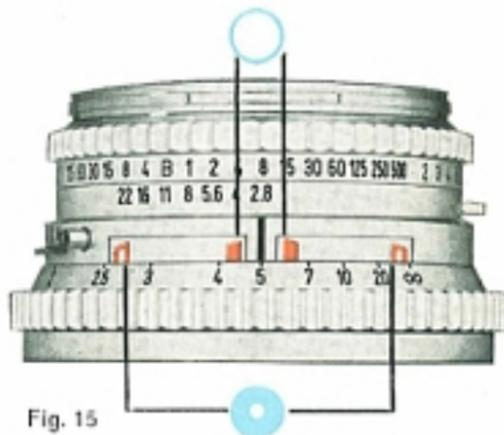

Fig. 15
Quand on étudie les index de profondeur de champ (6), page 16, on constate qu'ils dépendent de deux facteurs: la distance du sujet et le diaphragme. Règle: La profondeur de champ croît avec la distance et avec la réduction du diaphragme. Voir page 16 et fig. 15, page 17. La netteté s'étend en profondeur toujours à environ 2/5 en avant du plan de mise au point et 3/5 en arrière.
Les index mobiles de profondeur de champ ont considérablement simplifié la mise au point. En pouvant lire directement sur l'échelle des distances la profondeur de champ, qui est le résultat de la combinaison d'exposition, on évite le long détour du réglage du plan focal sur l'échelle des distances. Les index mobiles de profondeur de champ donnent une indication directe de l'étendue de la profondeur de champ et, en même temps, la distance de l'appareil au sujet peut être lue commodément en face de l'index (5). Les index de profondeur de champ se composent de deux réglettes parallèles mobiles. La position de ces réglettes par rapport à l'échelle des distances change dès qu'on modifie l'ouverture du diaphragme. Ainsi qu'on le sait, chaque modification du temps de pose entraîne une modification de l'ouverture du diaphragme, ces deux choses dépendant automatiquement l'une de l'autre. De même, une modification de l'indice de lumination telle que résultant des conditions d'éclairage modifiées, influe sur le diaphragme. Enfin, le diaphragme peut être rendu indépendant de l'indice de lumination et il donne alors des indications avec les index de profondeur de champ. Par contre, quand on modifie le réglage de la distance, les index restent immobiles. La fig. 15 montre comment la plus grande ouverture du diaphragme (f.2,8) entraîne la profondeur de champ minimum. Cela correspond à la distance des deux index. La plus petite ouverture de diaphragme, f.22, donne la profondeur de champ max. On peut facilement